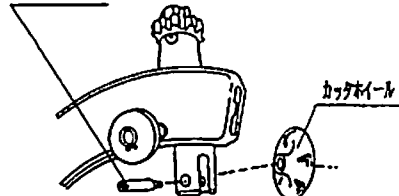

図3
- (1)カッタ送りギヤを手で右へ回して、カッタホイールを送り出すとカッタホイール中心部のすりわりネジ(-)が露出しますのでネジを緩めて交換してください。図3
- (2)交換後はカッタ送りギヤを左へ回してカッタを全開してください。